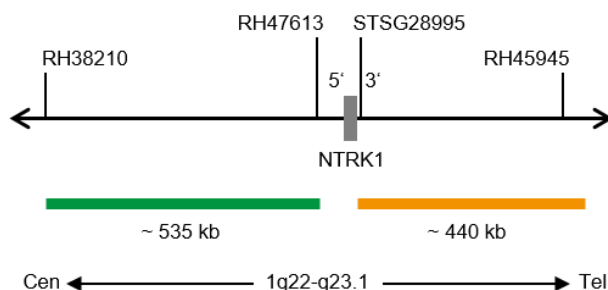

Fig. 1: SPEC NTRK1 Mapa da sonda (sem escala)
- Polinucleótidos (~10 ng/μl) com marcação ZyGreen (excitação 503 nm/emissão 528 nm), dirigidos ao mapeamento de sequências alvo em 1q22-q23.1\* (chr1:156,245,849-156,781,745) proximais à região de quebra do NTRK1 (ver Fig. 1).
- Polinucleótidos (~4.5 ng/μl) com marcação ZyOrange (excitação 547 nm/emissão 572 nm), dirigidos ao mapeamento de sequências alvo em 1q23.1\* (chr1:156,854,527-157,296,918) distais à região de quebra do NTRK1 (ver Fig. 1).